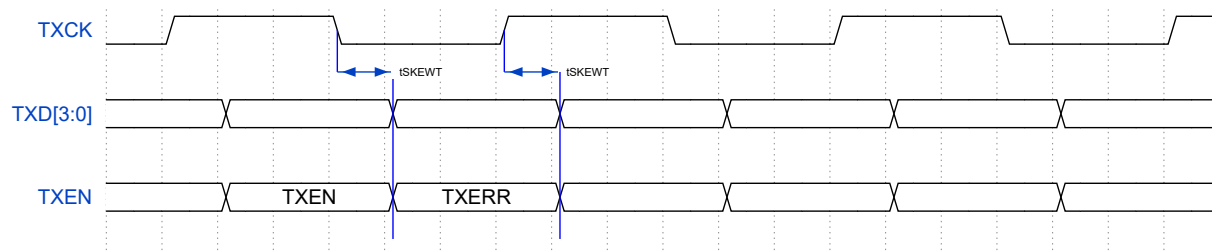
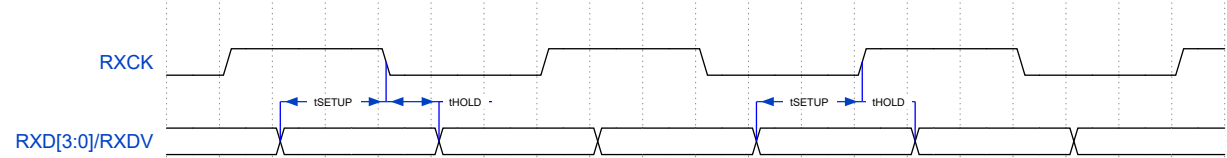

图 19: RGMII 发送信号时序图
图 20: RGMII 接收信号时序图
4.17.1.2 RGMII 接口 RGMII 接口对应时序如图 19,图 20和图 20。